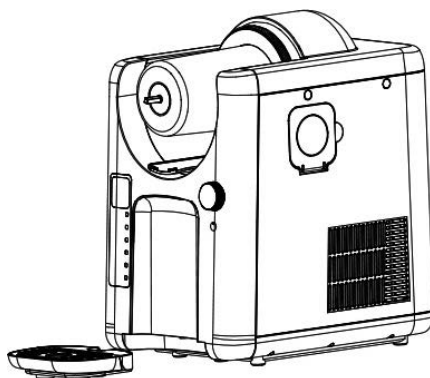

Fig. 9
10. Ta ut mikseren (fig. 9) og tørk deretter av eventuelle væskerester fra bunnhuset. Rengjør kjølesylindren og tetningen med en ren klut.